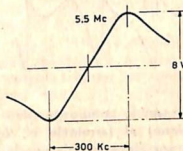

Fig. 28 - Fac-simile della curva di rivelazione del discriminatore a rapporto della sezione suono.
- 6) collegare l'entrata verticale dell'oscilloscopio al terminale TP2; regolare la vite inferiore (primario) del trasformatore rivelatore N. 7659 fino ad ottenere la massima uscita (corrispondente alla massima pendenza della parte rettilinea della curva di rivelazione, vedi fig. 28);